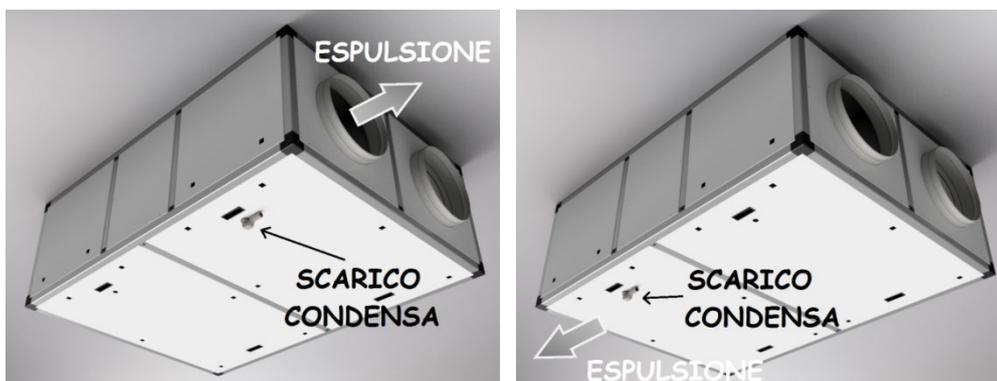

Figura 2 - Posizione scarico condensa nella versione orizzontale a soffitto (configurazione Hx)
- Installare il kit di scarico condensa, fornito a corredo, sul coperchio dell'unità: togliere i tappi neri, inserire il tubo filettato dall'interno, avvitare il dado di fissaggio all'esterno (stringere a mano senza utilizzare attrezzi) e poi avvitare il sifone all'esterno. Sul coperchio sono presenti 2 fori (nel caso di 2 coperchi è presente un foro ciascuno) per adattarsi alle varie configurazioni dei flussi d'aria: il sifone va collocato sul foro lato espulsione aria (vedi paragrafi successivi e Figura 2), lasciando tappato l'altro foro.